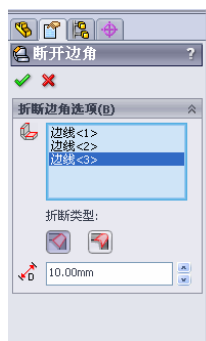

图 9-160 选择要断开边角的边线和面
❶ 选择菜单栏中的“插入”→“钣金”→“断裂边角”命令，或者单击“钣金”工具栏中的“断开边角/边角剪裁”图标，弹出“展开”属性管理器。在图形区域中，单击想断开的边角边线或法兰面，如图 9-160 所示。